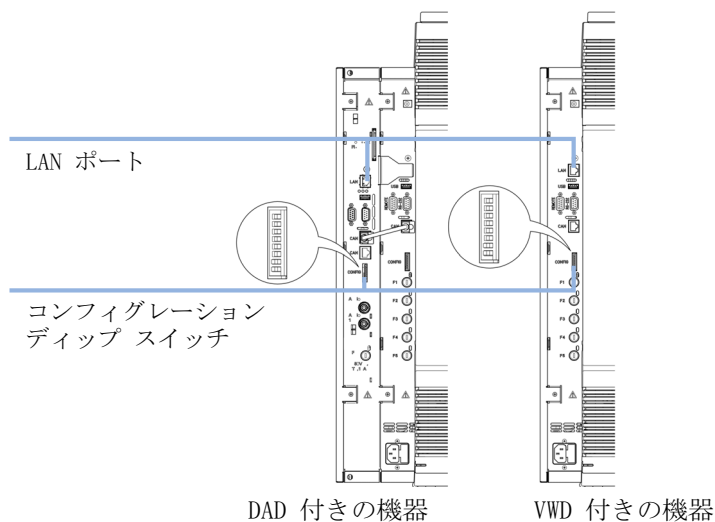

図 8      コンフィグレーション ディップ スイッチと LAN ポートの位置
- 2 Agilent 1220 Infinity LC の LAN- ポート (『47 ページ 図 8』) と PC の ネットワーク コネクタを、クロスオーバーパッチケーブルで接続します。